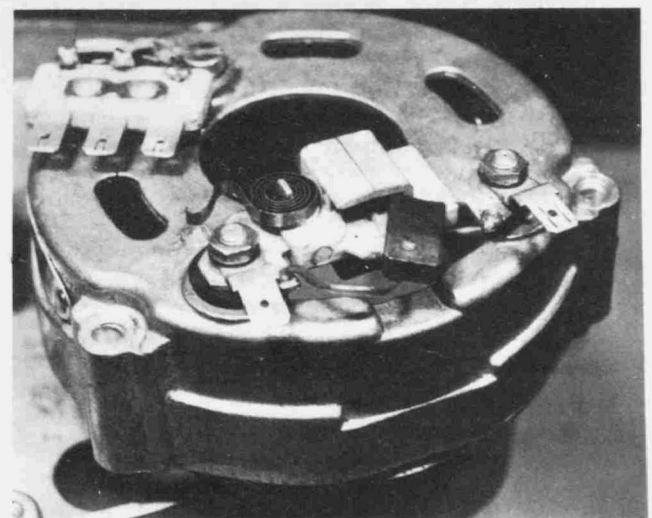

Bild 334
- Beim Anlöten neuer Bürsten darf Lot nicht an den Bürstenlitzen zur Bürste hin ablaufen. Darauf achten, dass Bürstenlitzen in Schlitten hinter den Bürsten liegen (Bild 334).